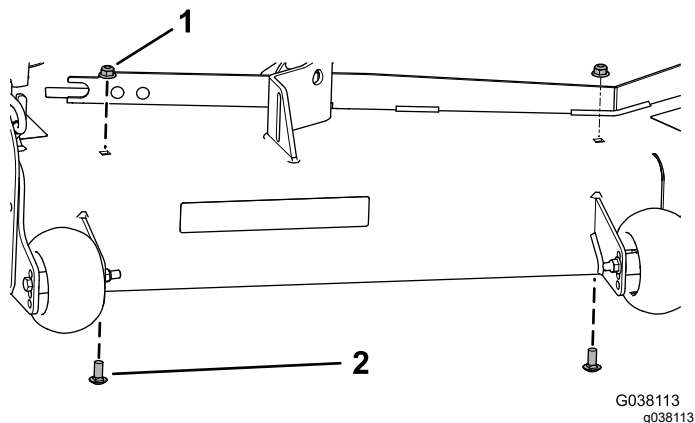

Figura 27
1. Retire las 2 tuercas con arandela prensada existentes (3/8") y 2 pernos de cuello cuadrado (3/8" x 7/8") de la carcasa de corte (Figura 27).